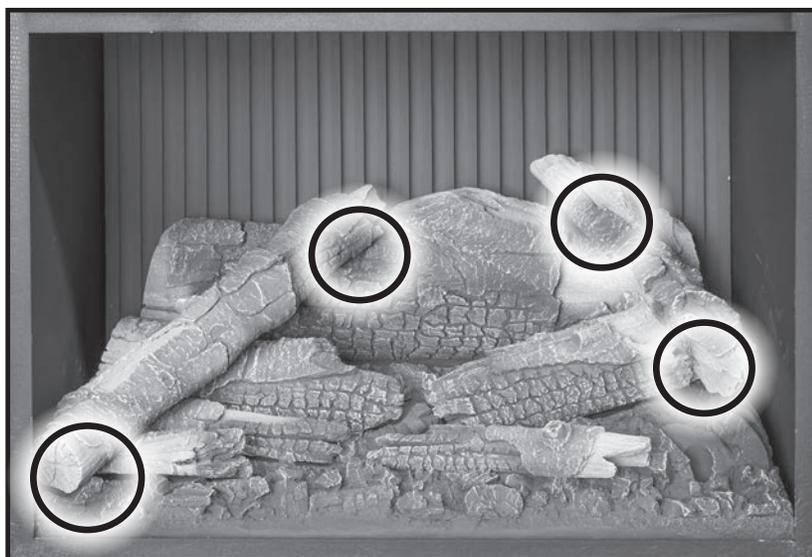

Figure 48. Bûches d'haut
6. Ensuite, installez les bûches supérieur de gauche et de droite, comme illustré dans la Figure 48. Remarque l'emplacement des encoches sur le côté inférieur des deux bûches (zones en surbrillance).